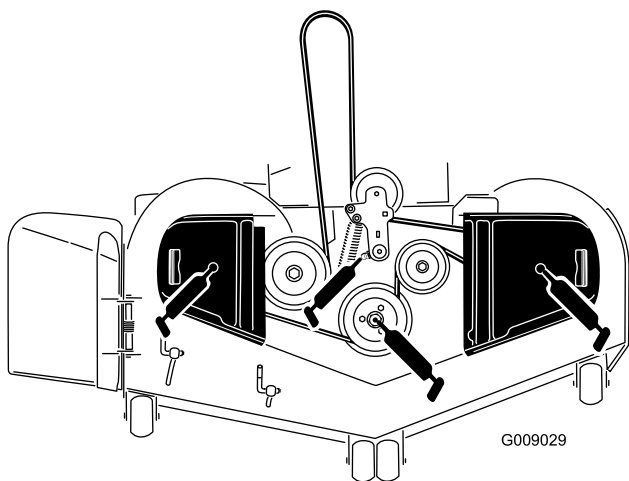

Figure 42
3. Graissez le pivot de la poulie de tension du tablier de coupe jusqu'à ce que la graisse ressorte par le bas (Figure 42).
4. Lubrifiez les roulements des 3 axes jusqu'à ce que la graisse ressorte (Figure 42).